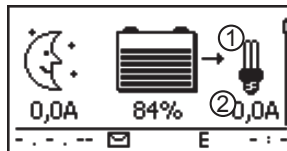

Abb. 9: Display-Inhalt nach dem Anschließen der Verbraucher
3. ➞ Lastausgang einschalten. Die Lampe ① (Abb. 9) erscheint auf dem Display.
4. ➞ Verbraucher einschalten. Der Verbraucherstrom ② wird ab 0,1 A auf dem Display angezeigt.
5. ➞ Wird Abb. 9 nicht angezeigt, Installation prüfen und bei Bedarf den Fehler anhand ☞ 15, S. 53ff beheben.